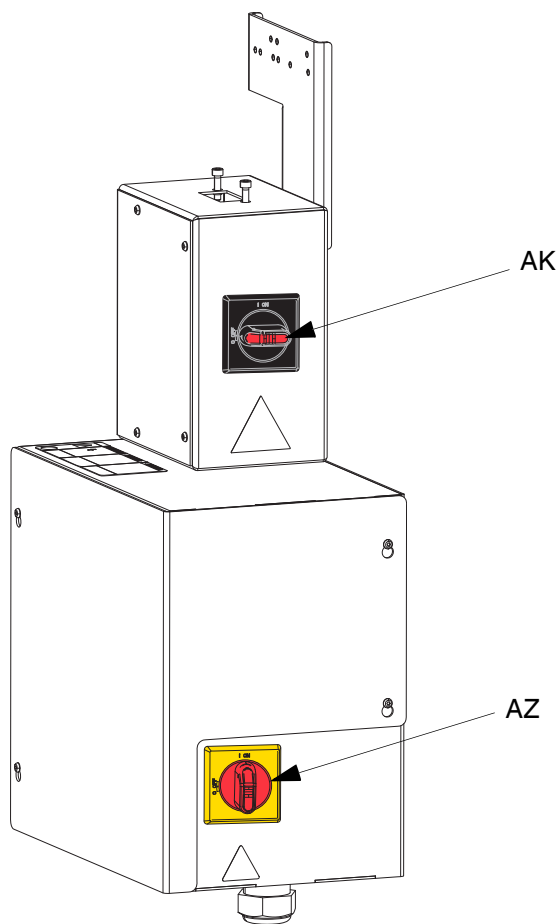

図 30。電源の切断
1. エレクトリックドライバー (AB) の電源をオフにします。
- a. 黒い電源ジャンクションボックスのスイッチ (AK) をオフにします。図 30 を参照してください。
- b. タンデムラム供給システムを使用している場合、ラム供給ユニットで黒い切断スイッチ (AZ) をオフにします。ドラムの変更が必要ありません。図 30 を参照してください。